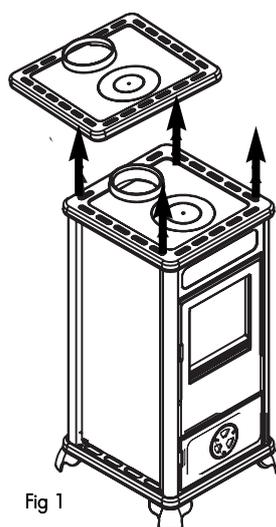

Fig 1
- togliere il top svitando le 4 viti, come da fig 1